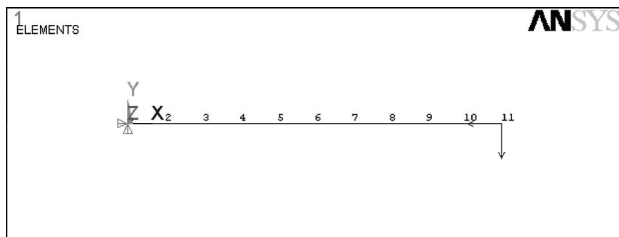

图 5-54 施加载荷及约束后的结果显示
6) 选择 Utility Menu | Plot | Elements 命令, ANSYS 显示窗口将显示施加载荷及约束后的结果, 如图 5-54 所示。